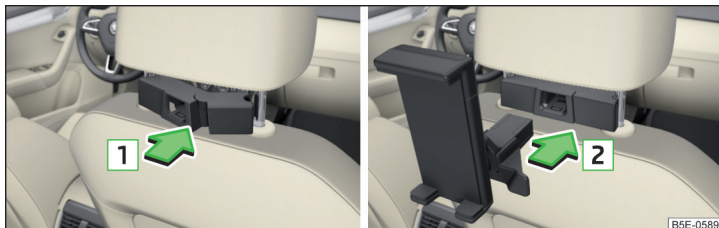

Abb. 119 Einsetzen: Adapter / Halter
- Zum **Einsetzen** den geöffneten Adapter an die Führungsstangen der Kopfstütze vorn ansetzen und in Pfeilrichtung **1** einclippen » Abb. 119 » !.